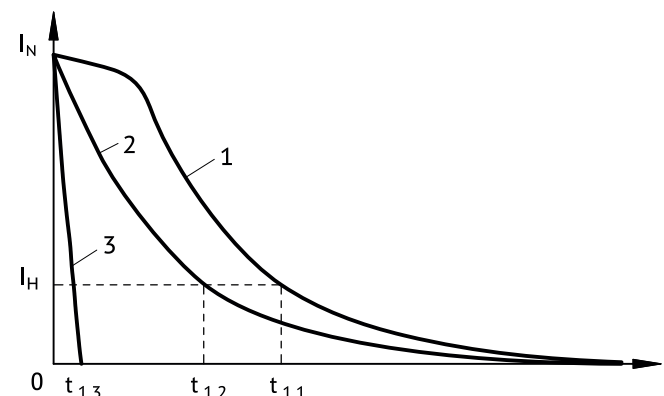

Рисунок 8.
Электрическая цепь прерывается между выпрямителем и катушкой, а также со стороны сети. Магнитное поле исчезает очень быстро. Это обеспечивает короткое время срабатывания $t_{1.3}$ кривая 3 (рисунок 8) и способствует быстрому увеличению тормозного момента.
1. Если питание выпрямителя осуществляется от клемм электродвигателя время срабатывания $t_{1.1}$ кривая 1 (рисунок 8) — очень продолжительное, так как после отключения напряжения питания электродвигателя, вследствие остаточной магнитной индукции электродвигателя наводится медленно затухающее напряжение, которое продолжает питать выпрямитель, а с ним и тормоз. Кроме того, сила магнитного поля относительно медленно гасится контуром холостого хода выпрямителя.
2. Если питание выпрямителя осуществляется от отдельной цепи, время срабатывания $t_{1.2}$ кривая 2 (рисунок 8) — продолжительное, так как после отключения напряжения питания выпрямителя сила магнитного поля относительно медленно гасится контуром холостого хода выпрямителя.